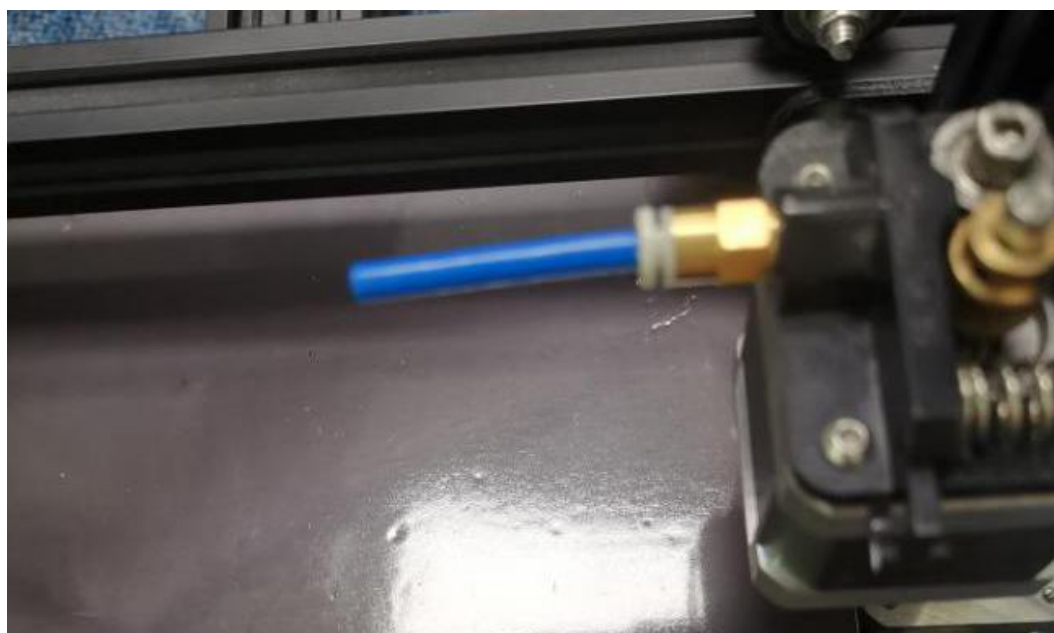

图 13
3) 将智能耗材模块连接接头拧入挤出机（如图 13 所示）。